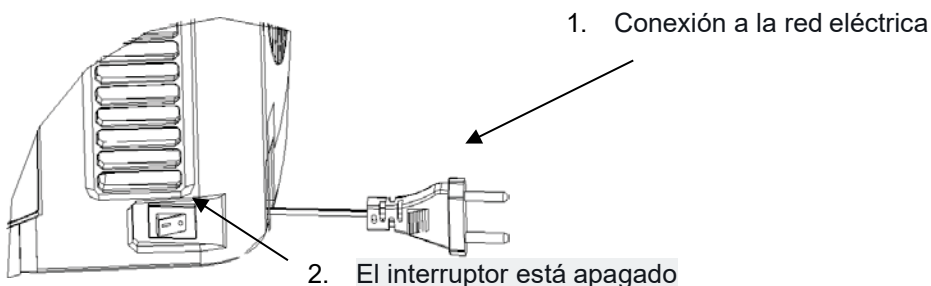

Figura 13
3. Encienda el surtidor de cerveza colocando el interruptor de cerveza en la posición "I". (Apáguelo en la posición "0") (Figura 13)